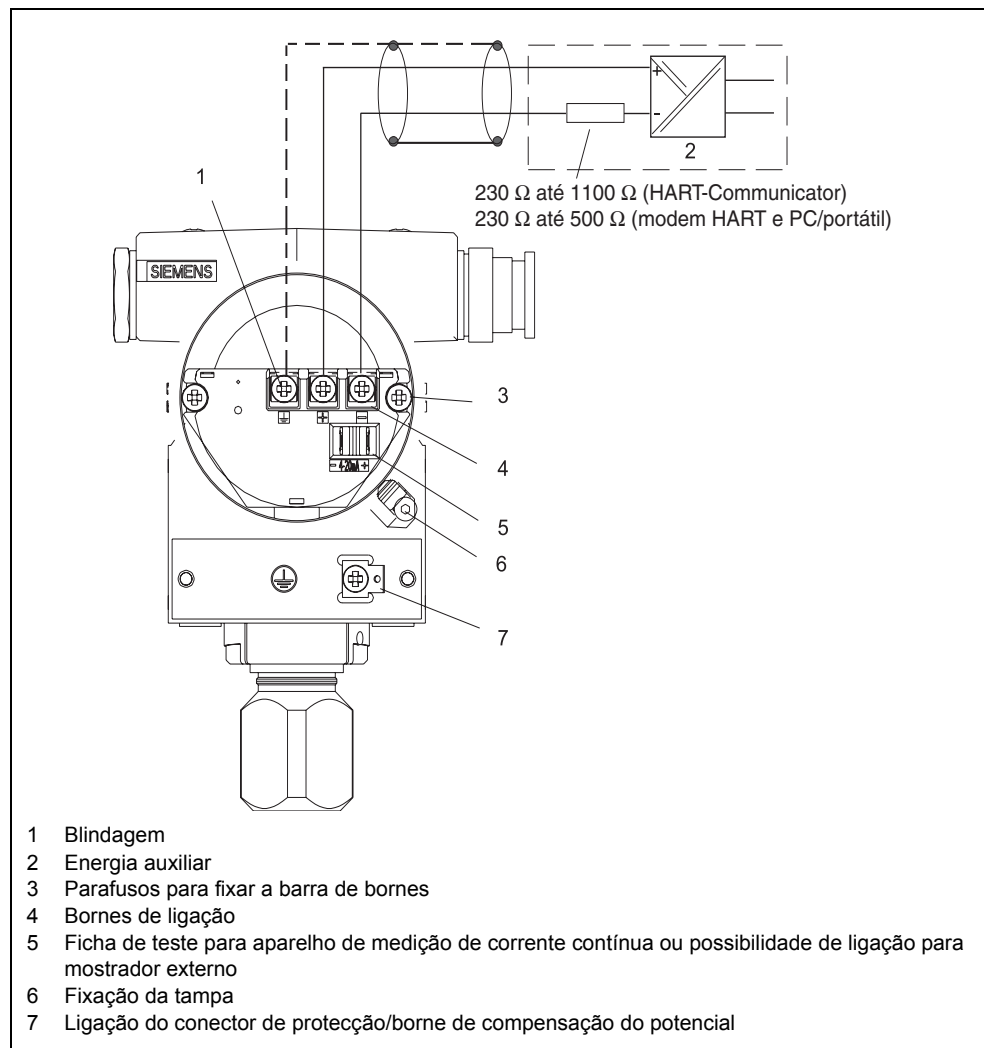

Figura 51 Ligação eléctrica, esquema
3. Ligue os fios aos bornes "+" e "-" (Figura 51) e respeite a polaridade!